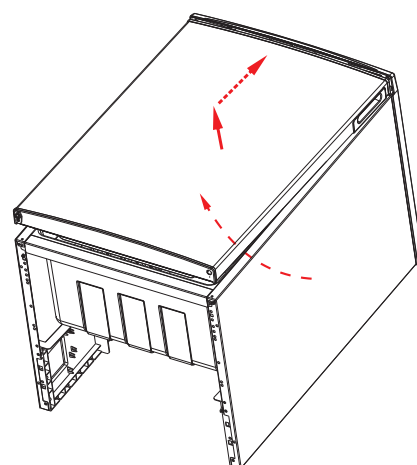

Fig. 17
- ▶ Sæt køleskabsdøren på køleskabet igen, ved at skubbe køleskabsdøren let skråt opad nede fra (fig. 17). Vær opmærksom på, at hængselstappen for øverste hængsel sidder i hængselbøsningen på køleskabsdørens overside, og at tætningen lukker korrekt med husets kant.